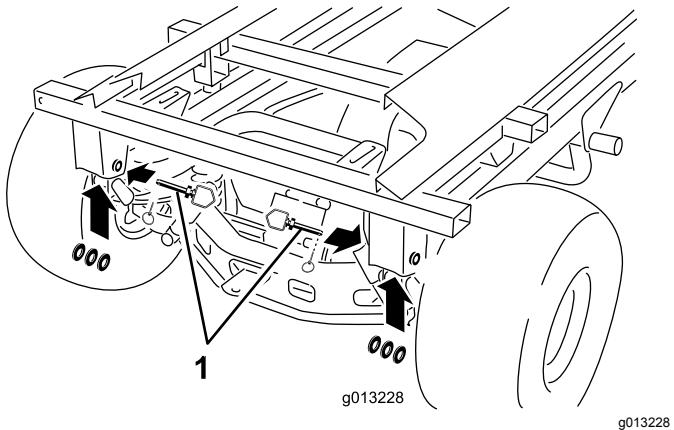

Рисунок 50
- Извлеките задние шплинты, пальцы сцепного устройства и шайбы (Рисунок 50).